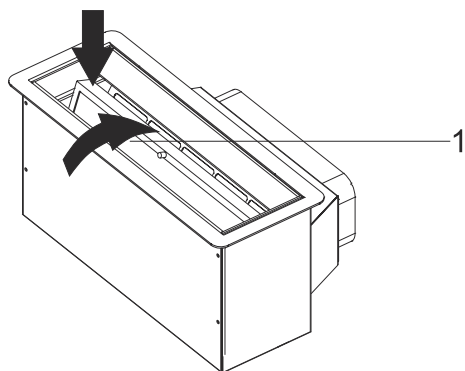

Fig. 5: Påmontering av fettfilter
10. ➤ Efter rengöring av fettfiltret, lägg tillbaka det i behållaren (Fig. 5).
11. ➤ Sätt in fettfiltret i behållaren enligt de två pilarna (Fig. 5).